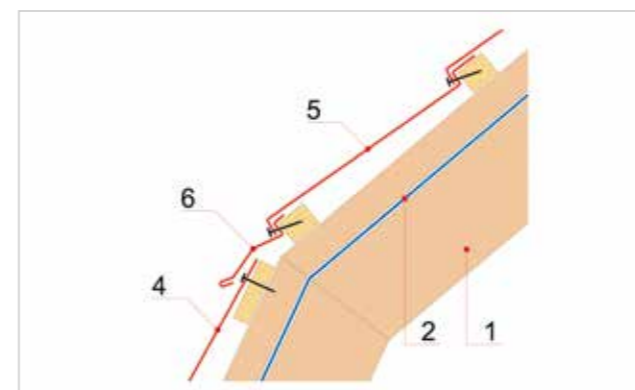

Рисунок 23
5.6.1 На внешнем изломе монтируются карнизные планки ДЕКРА, которые крепятся к брускам шаговой обрешетки, под верхнюю кровельную панель (Рисунок 23).